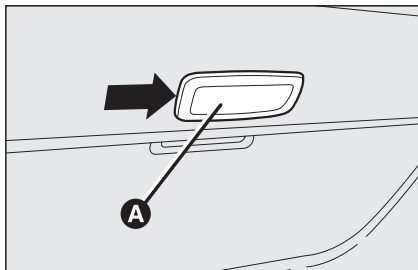

Рис. 40
- нажав по стрелке, снимите плафон **A**, **рис. 40**;